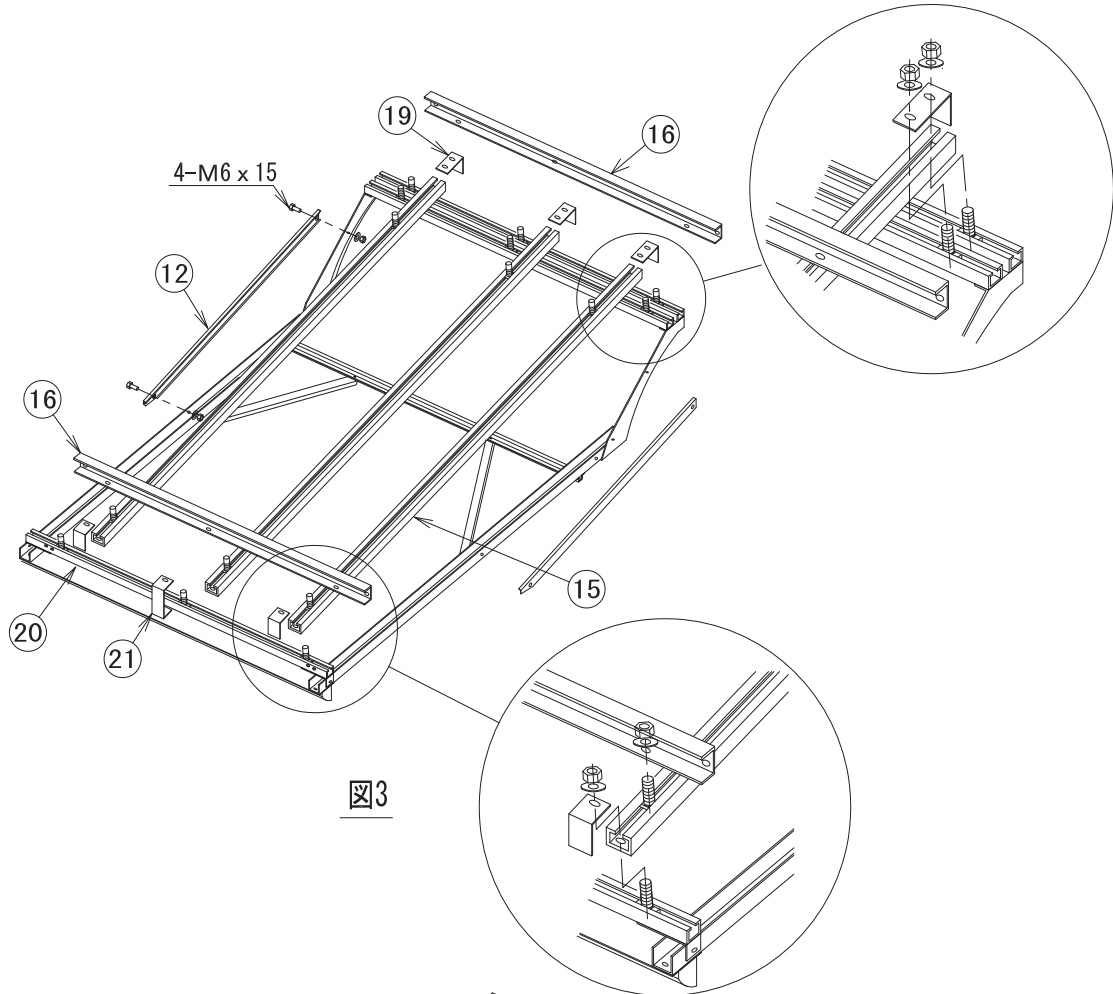

図3
(2) フレームの組立
●図3：サイドサポート⑫を取付けます。